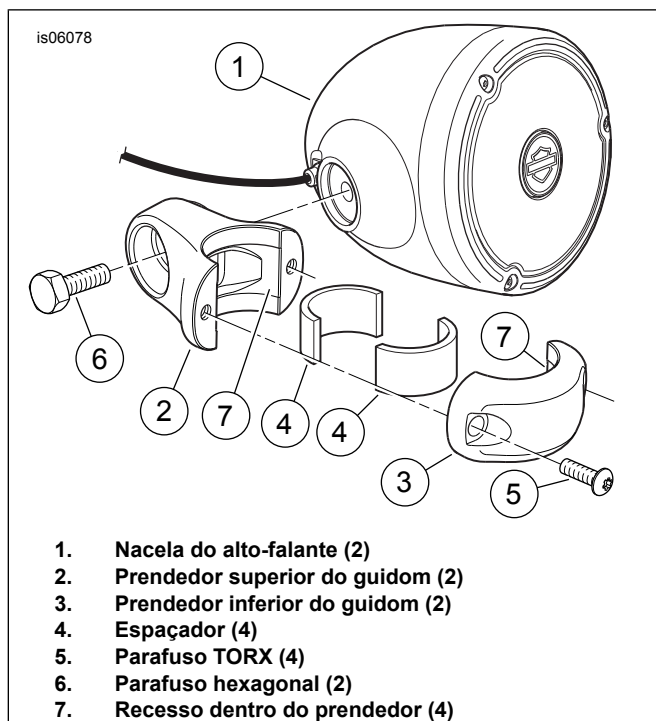

Figura 3. Instalação do alto-falante montado no guidom
1. Veja Figura 3. Pegue os seguintes itens do kit:
- conjunto da nacela do alto-falante (1)
- dois prendedores superiores do guidom (2)
- dois prendedores inferiores do guidom (3)
- quatro espaçadores (4)
- quatro parafusos TORX de 1/4-20 x 19 mm (0.75 in) de comprimento (5)
- dois parafusos sextavados de 3/8-16 x 19 mm (0.75 in) de comprimento (6)